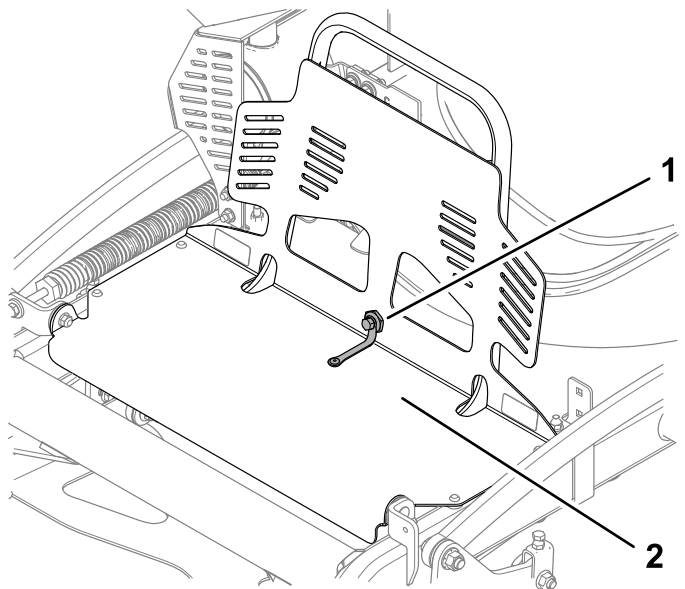

Figura 33
1. Retire el perno y la tuerca de cuello largo que fijan el protector del motor y la extensión del protector (Figura 33).